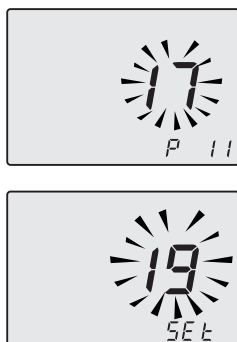

Figura 5.55
- Nel display si alternano la scritte **P11 - SET** (Figura 5.55).